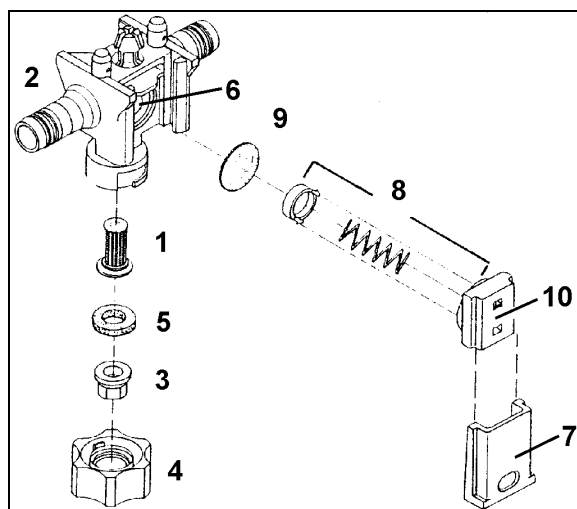

Fig. 128
1. Skoddets fastgørelse skal kontrolleres fra tid til anden (Fig. 128/7). Hertil skal skoddet trykkes så langt ind i dyseholderen (Fig. 128/2) som det er muligt, med et moderat tryk med tommelfingeren. Skoddet må aldrig skubbes ind, så den går imod, når den er ny.
1. Montering af dysefiltret (Fig. 128/1) nedefra ind i dysehovedet (Fig. 128/2).
2. Dysen (Fig. 128/3) sættes ind i bajonetmøtrikken (Fig. 128/4).
3. Montering af gummipakning (Fig. 128/5) over dysen.
Aflejringer i membransædet (Fig. 128/6) er årsagen, hvis dysen drypper, efter at bommen er koblet fra. Membranerne skal så rengøres på følgende måde:
1. Skoddet (Fig. 128/7) trækkes ud af dysehovedet (Fig. 128/2) i retning mod bajonetmøtrikken.
2. Fjederelement (Fig. 128/8) og membran (Fig. 128/9) h tages ud.
3. Membransædet (Fig. 128/6) rengøres.
De skal være opmærksom på, at fjederelementer bliver monteret korrekt. Kanterne i højre og venstre side på huset til fjederelementet (Fig. 128/10) skal pege op mod bomprofilen når den monteres.